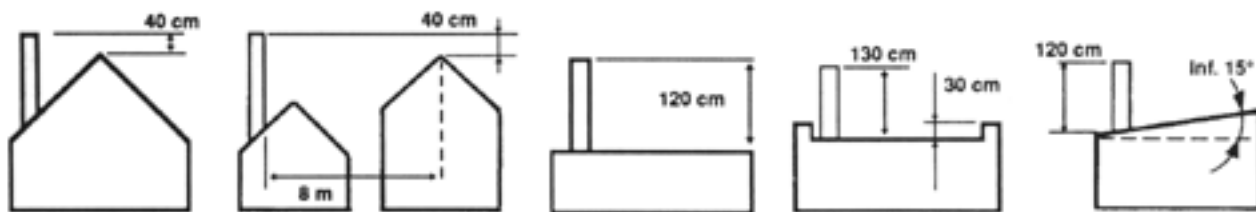

Рис. 4
- *Возвышение над коньком крыши* — в любом случае не менее, чем 40 см над коньком крыши и любой частью сооружения, находящейся на расстоянии менее 8 м, кроме того, на плоской крыше или на крыше со скатом менее 5 градусов — не менее 1,2 м над точкой выхода из крыши (Рис. 4)